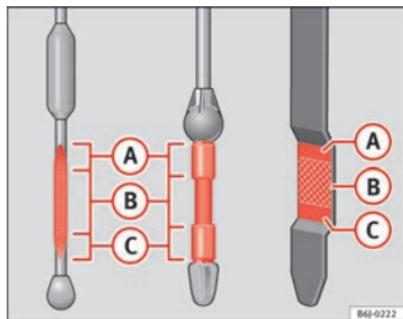

Fig. 157 Jauge d'huile moteur
- Puis retirez-la à nouveau et vérifiez le niveau d'huile ⇒ fig. 157. Faites l'appoint d'huile moteur si nécessaire.